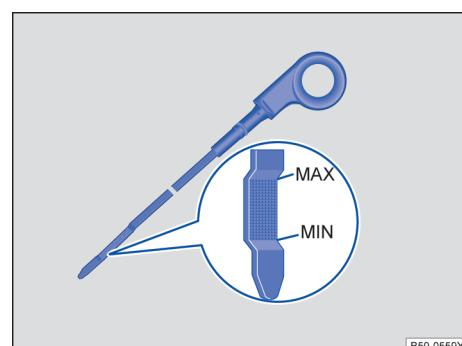

图 145 带液位标记的机油标尺
“MAX”（机油标尺上拐点）标示的是机油液面高度的上限。→ 图 145
- △ “MIN”（机油标尺下拐点）标示的是机油液面高度的下限。→ 图 145